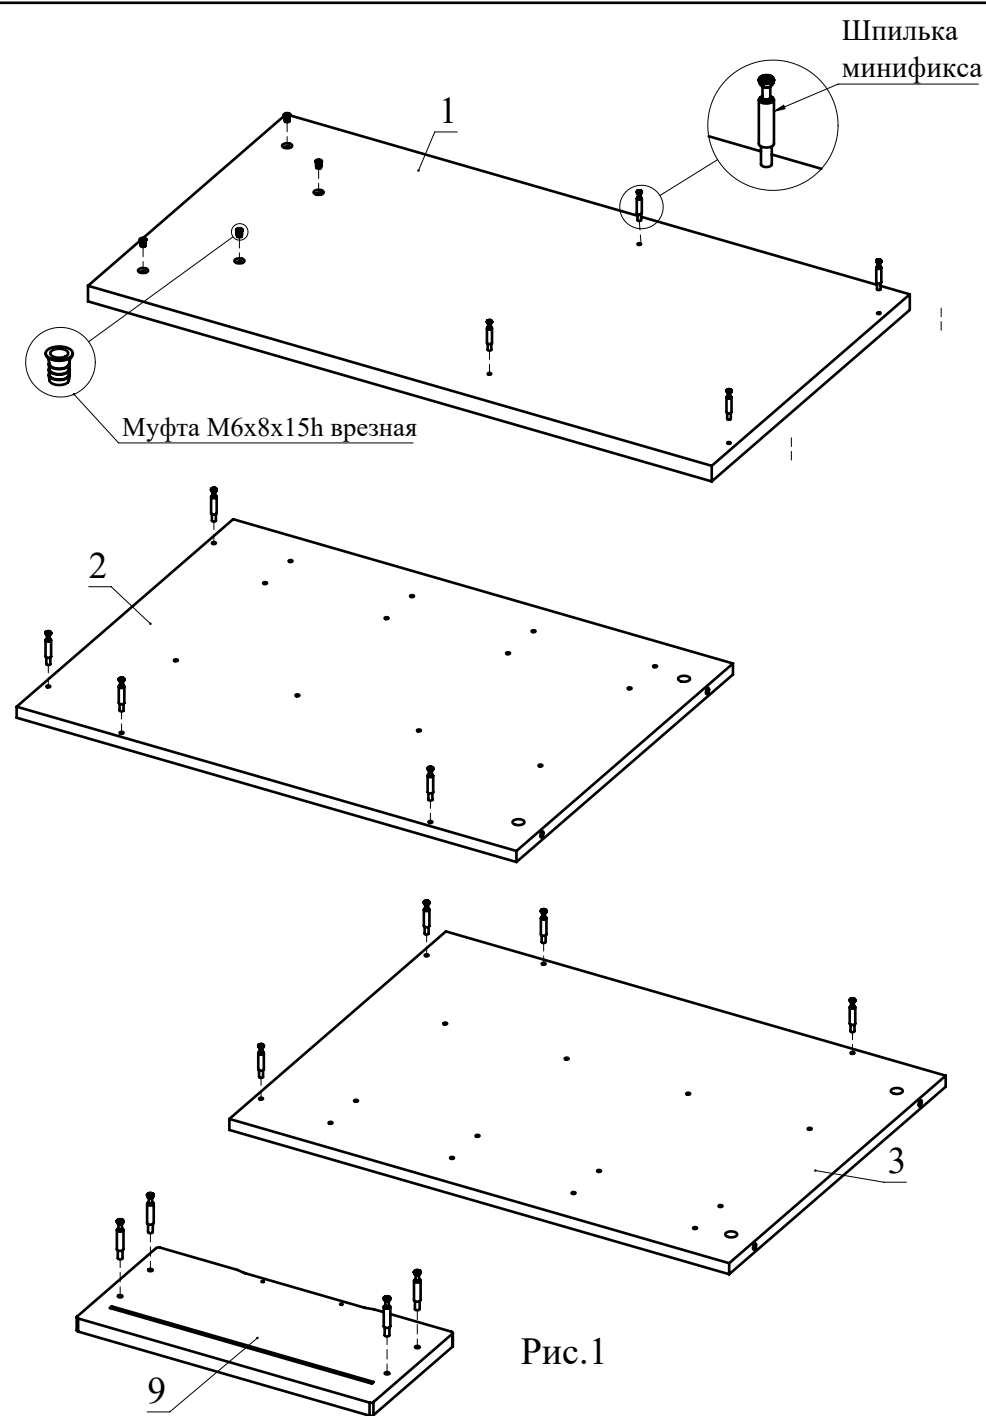

Рис.1
- Вкрутите шпильки минификсов в детали 1, 2, 3, 9 (Рис. 1). В деталь 1 установите муфты врезные (Рис. 1)